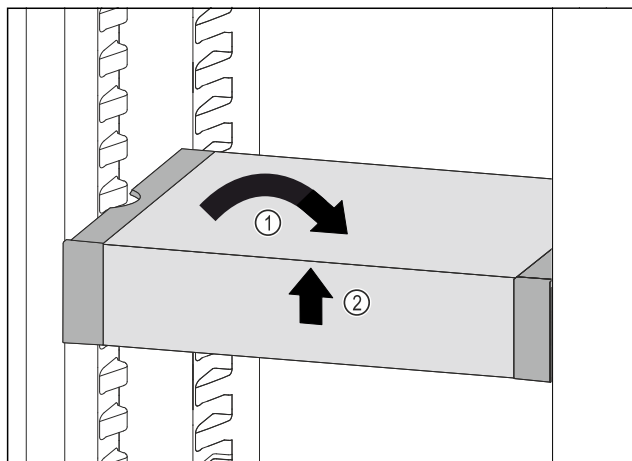

Fig. 168
- Aseta VarioSafe suoraan. Fig. 168 (1)
- Nosta VarioSafe-vetolaatikkoa edestä. Fig. 168 (2)